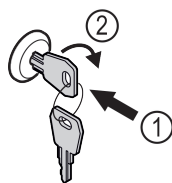

Fig. 124 Immagine a titolo di esempio
- Inserire la chiave Fig. 124 (1).
- Ruotare la chiave di 90° in senso orario Fig. 124 (2).